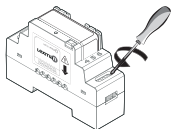

figure 4
5. Afin de faciliter le raccordement, dévissez les 6 vis du bornier de connexion du boîtier rail DIN (voir figure 4).